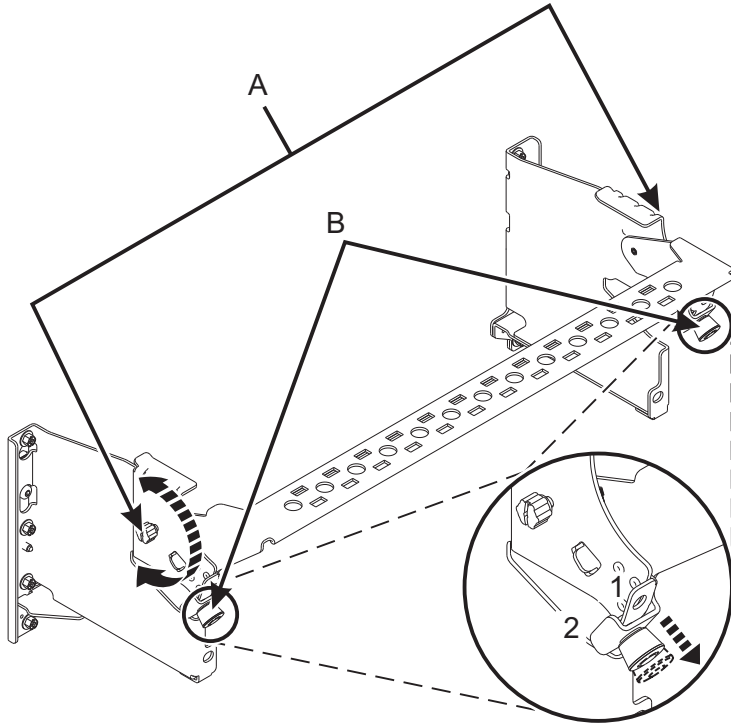

Figura 24. Colocación de la abrazadera portacables en posición operativa
6. Ponga la abrazadera portacables en posición operativa. Consulte la Figura 24 en la página 24.